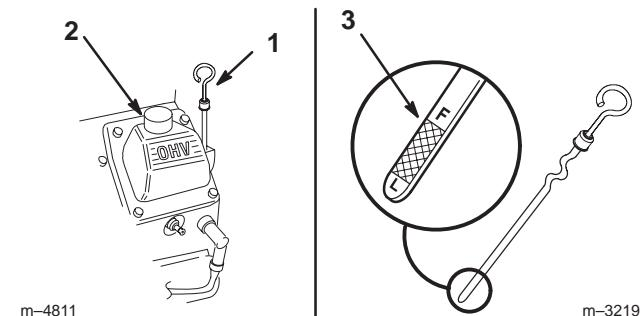

Figure 35
2. Nettoyez la surface autour de la jauge d'huile (Fig. 35) pour éviter que des impuretés s'introduisent dans le goulot de remplissage, ce qui risquerait d'endommager le moteur.
3. Sortez la jauge d'huile et essuyez soigneusement l'extrémité métallique (Fig. 35).
4. Enfoncez la jauge complètement dans le goulot de remplissage. Sortez de nouveau la jauge et examinez l'extrémité métallique (Fig. 35). Si le niveau est bas, versez lentement une quantité d'huile suffisante dans le goulot de remplissage pour amener le niveau au repère du plein (F).
**Important** Ne remplissez pas excessivement le carter sous peine d'endommager le moteur. Ne faites pas tourner le moteur si le niveau d'huile est en dessous du repère minimum (L), au risque d'endommager le moteur.
5. Versez lentement environ 80% de la quantité d'huile spécifiée à la page 32 dans le goulot de remplissage (Fig. 35). Vérifiez le niveau d'huile (voir Contrôle du niveau d'huile moteur, page 32). Faites l'appoint avec précaution pour amener le niveau au repère du plein.